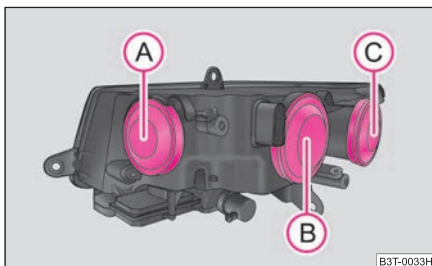

Abb. 217 Scheinwerfer vorn:
Positionen der Glühlampen im Scheinwerfer vorn ⇒ Abb. 217.
- Nehmen Sie die Schutzkappe ab Ⓐ ⇒ Abb. 217.
- Nehmen Sie die Schutzkappe ab (B) ⇒ Seite 254, Abb. 217.